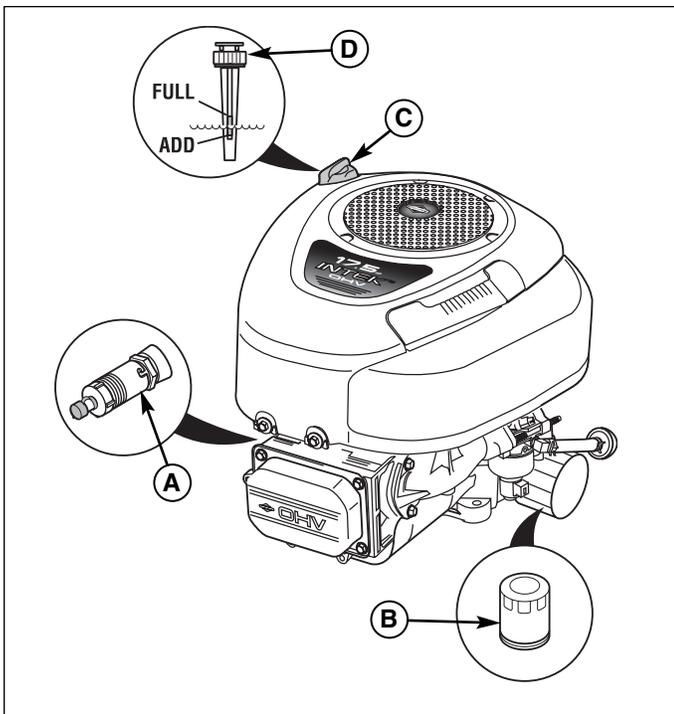

Figure 27. Modèles Briggs & Stratton mono-piston
2. Nettoyer la zone autour de la jauge manuelle (C, Figure 27, 28 ou 29).
3. Extraire la jauge (C) et l'essuyer avec une serviette en papier.
4. Réintroduire la jauge (C) dans le moteur. Sur les **modèles Briggs & Stratton**, revisser le capuchon sur le tube. Sur les **modèles Kohler**, enfoncer fermement le capuchon (C) en place.